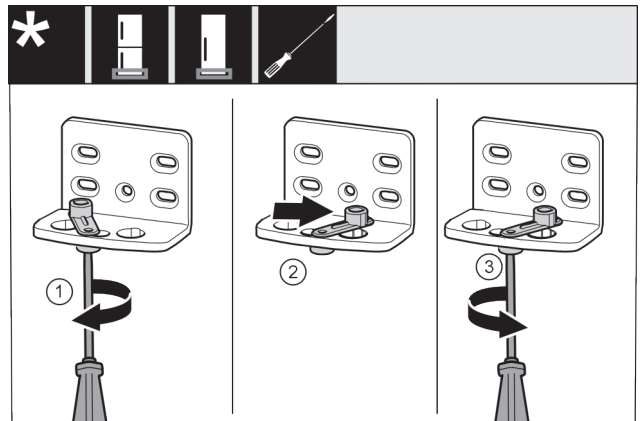

Fig. 15
- ▶ Schroef Fig. 15 (1) met een schroevendraaier losdraaien.
- ▶ Deursluthulp Fig. 15 (2) optillen en 90° naar rechts in de boring draaien.
- ▶ Schroef Fig. 15 (3) met een schroevendraaier vastschroeven.